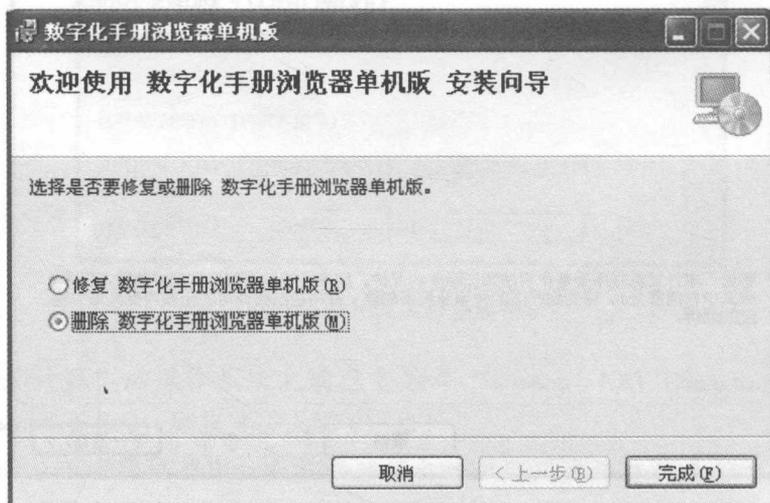

图 1-6 “选择是否要修复或删除数字化手册浏览器单机版”窗口
如果第 1 次安装失败，在进行下一次安装时，系统会弹出“选择是否要修复或删除数字化手册浏览器单机版”窗口（见图 1-6），选择“删除 数字化手册浏览器单机版 (M)”标签，单击“完成”按钮，删除此前的安装程序。然后，再重新进行安装操作。